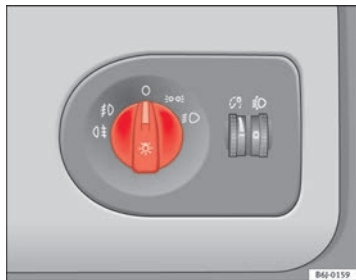

Abb. 50 Ausschnitt aus der Instrumententafel: Schalter für die Leuchten, Nebelscheinwerfer und Nebelschlussleuchte
- Drehen Sie den Lichtschalter ⇒ Abb. 50 in Stellung ☸️.